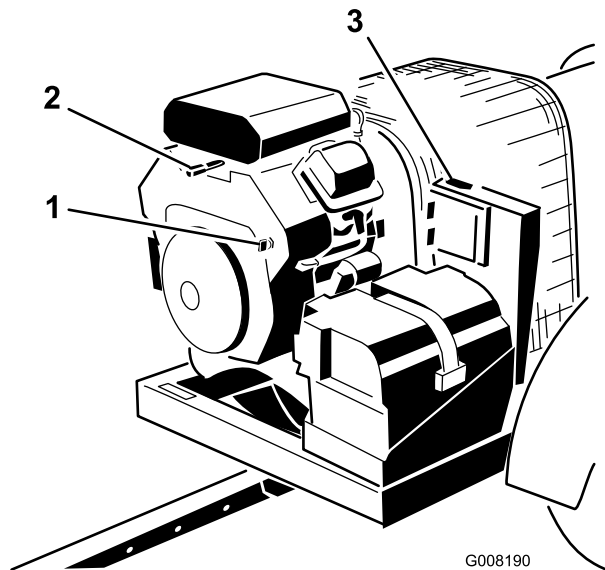

Bild 13
3. Drehen Sie den Zündschlüssel auf die START-Stellung und lassen Sie ihn schnell auf die ON-Stellung gehen (Bild 13). Der Empfänger wird aktiviert.
4. Drehen Sie den Schlüssel beim Verlassen der Maschine in die OFF-Stellung und ziehen Sie ihn ab (Bild 13).